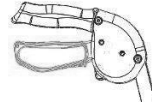

Abb. 6 (nicht blockierter Zustand)
1. Ziehen Sie die Bremsgriffe nach oben, bis sie sich wie in Abb. 6 gezeigt lösen. Lassen Sie den Bremsgriff los.